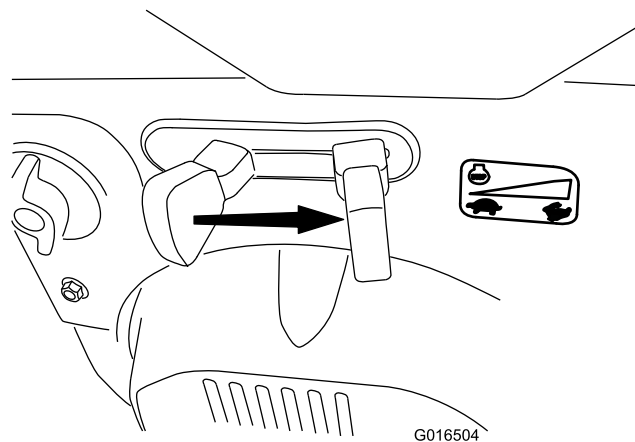

Figura25
6. Mutați clapeta de accelerație în poziția de deplasare RAPIDĂ (Figura25).